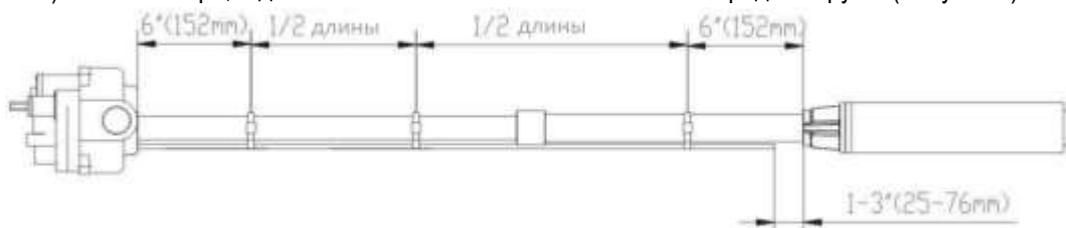

Рисунок 9: Крепление трубопровода обратной линии к насосу
9. Прикрепите трубу обратной линии к трубе колонны стяжными хомутами. Расположите стяжные хомуты приблизительно в 6 дюймах (152 мм) от коллектора, 6 дюймах от нагнетательной головки и в середине трубы (Рисунок 9).